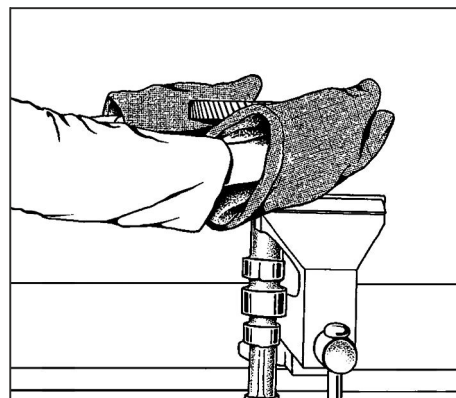

Рис. 45. Сборка вала распределительного.
3. Установить шестерню с помощью прессы (см. Рис. 45).